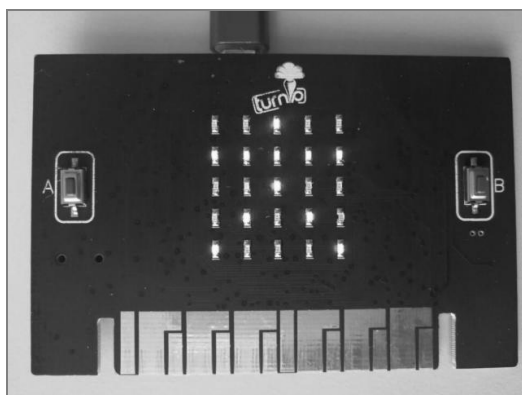

图 5-5 运行效果
⑤ 把所保存的 HEX 文件拖入 TURNIPBIT 磁盘中，我们会看到 TurnipBit 板子上的灯在闪烁，说明正在下载到控制板中。下载成功后，我们会看到程序正常运行，效果如图 5-5 所示。